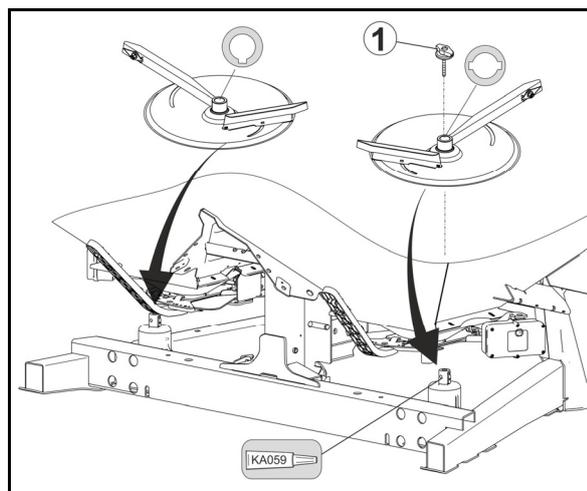

Fig. 60
1. Retirez l'écrou à ailettes (Fig. 60/1).